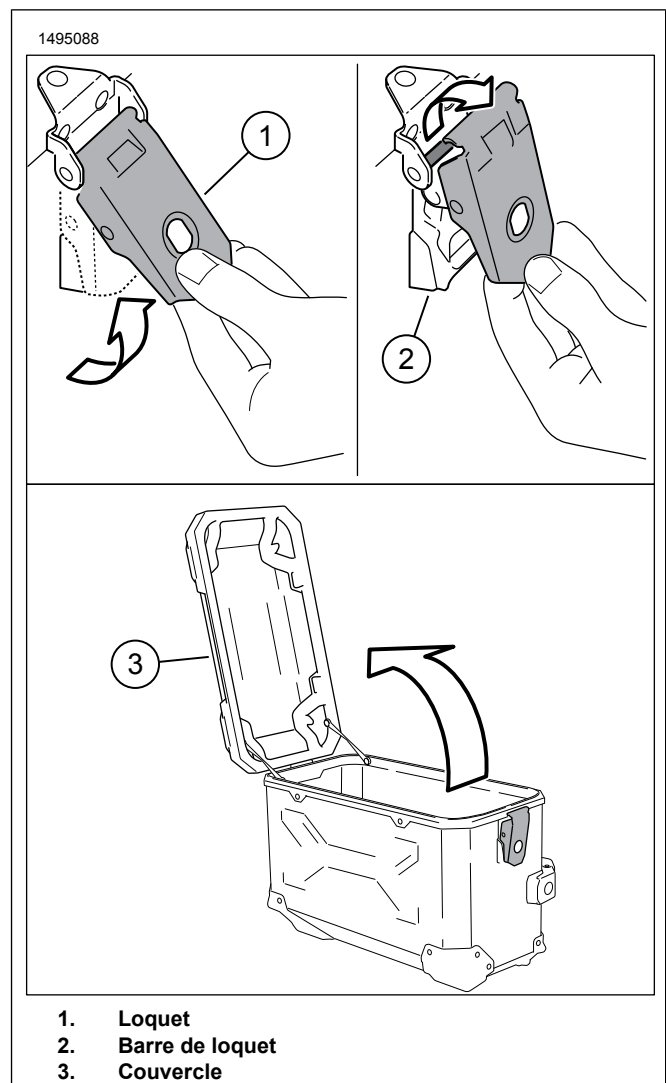

Figure 2. Ouverture du couvercle
1. Figure 2 Tirer le loquet (1) du couvercle (3) vers le haut.
2. Le retirer de la barre du loquet (2).
3. Ouvrir le couvercle (3).